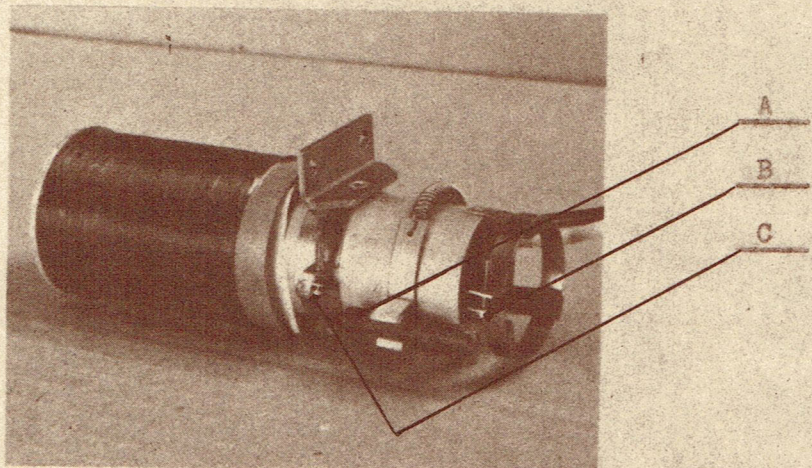

Fig. 14- Bloc de déviation.
- Ajuster le parallélisme du balayage H et des lignes horizontales de la mire (rotation des bobines de déviation représentées par la fig. 14 dans le bloc de concentrations représenté par la fig. 15 - (la bride, et son équerre de fixation sont représentés en C sur la fig. 14)).
- Régler la position de l'aimant A (voir fig. 14) de façon à obtenir une image de brillance uniforme.